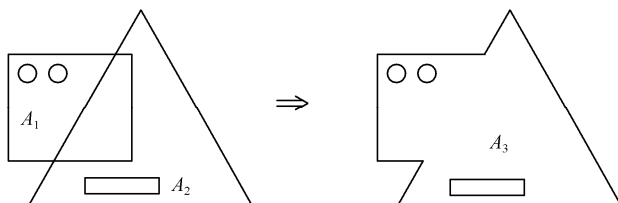

图 2-11 面相加示意图
(1) 面相加：只对两个面在同一面上的情况进行操作，生成新的面，其示意图如图 2-11 所示。